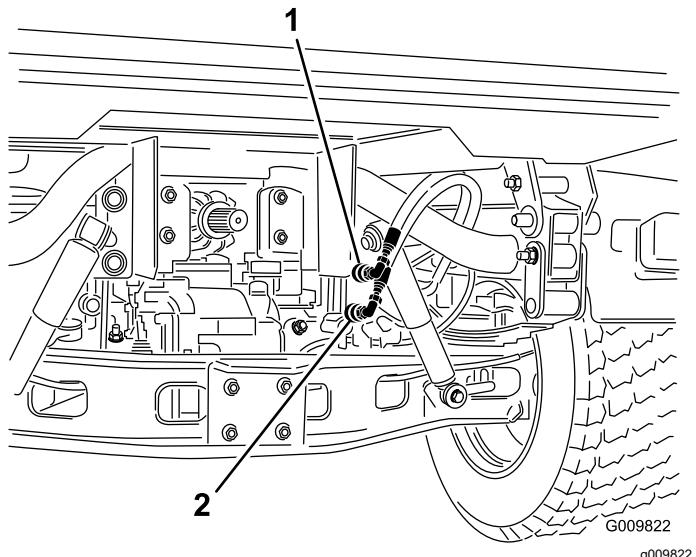

図 74
- それぞれの車両で、クイックカップラホース 2 本を、カップラブラケットのホースから外す図 74。